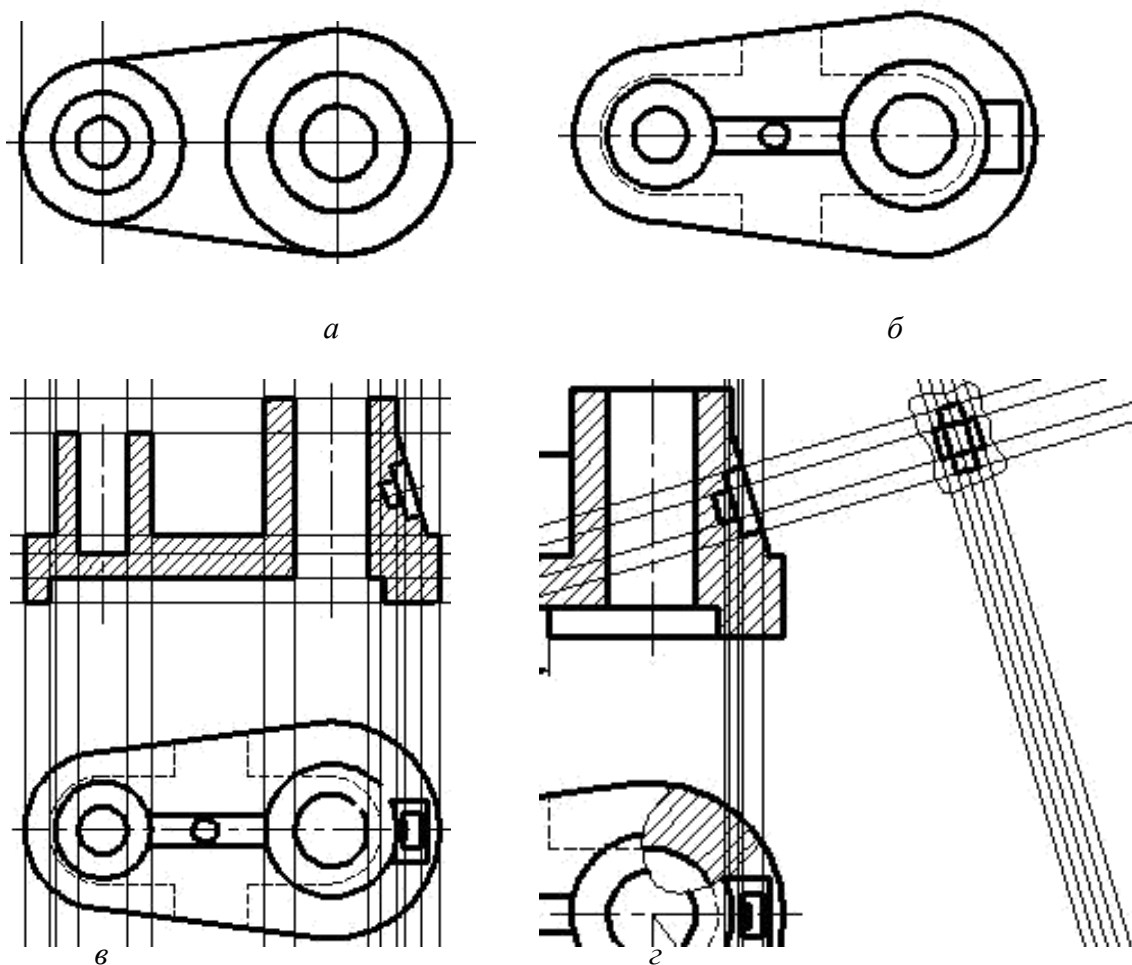

Рис. 4.7. Положение пользовательской системы координат:
3. Выполнение задания рекомендуется начать с вида сверху. Установить текущим слой 0. Изобразить вспомогательные линии, определяющие положение центров окружностей. Использовать команду **Прямая (Construction Line)**  и опцию **Отступ (Offset)**. Установить текущим слой **основная**. Изобразить окружности и касательные к ним отрезки вида сверху (рис. 4.7, а). Удалить участки окружностей.
4. Выполнить изображение основных линий вида сверху. Установить текущим слой **невидимая**. Изобразить невидимые линии вида сверху (рис. 4.7, б).
6. Изобразить горизонтальные вспомогательные линии по размерам, заданным в исходных данных на месте главного вида (рис. 4.7, в).
7. Установить текущим слой **основная**. Выполнить изображения замкнутых контуров на месте главного вида. Установить текущим слой 0 и заштриховать замкнутые контуры. Тип штриховки выбрать **line**, угол наклона штриховки задать  $45^\circ$  (рис. 4.7, в).
9. Установить текущим слой 0. Изобразить линии проекционной связи для формирования дополнительного вида. Установить ПСК, связанную с дополнительным видом. Установить текущим слой **основная**. Выполнить изображение дополнительного вида с использованием вспомогательных прямых линий (рис. 4.7, з).